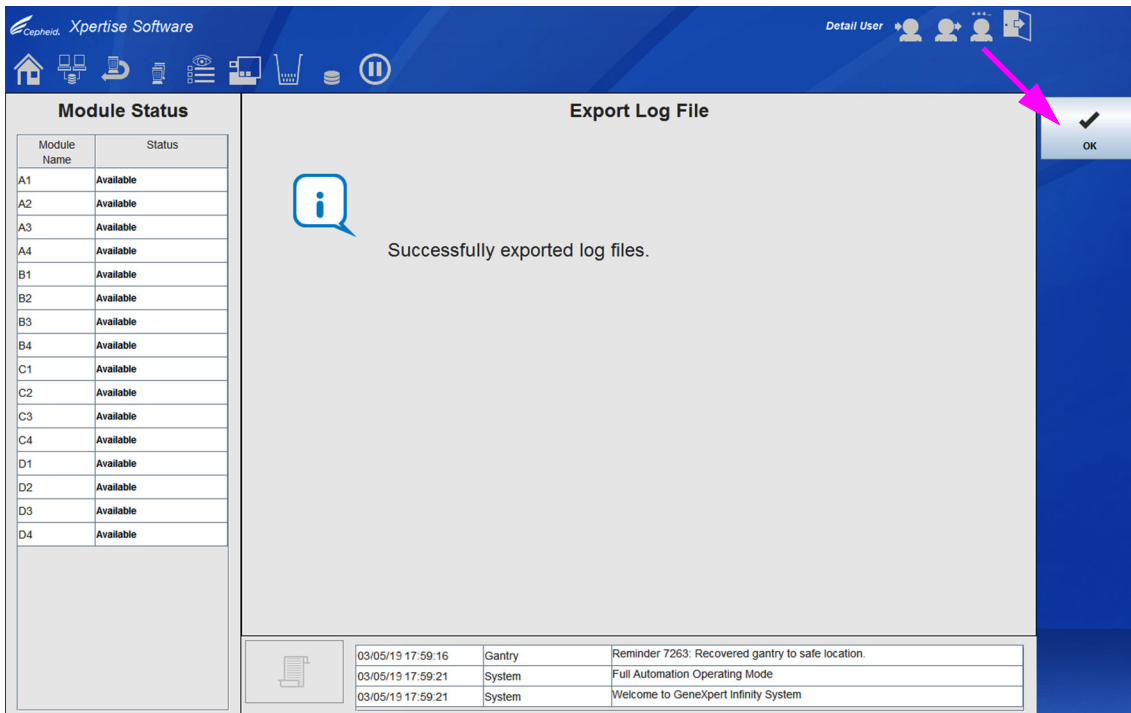

図 9-79. ログファイルのエクスポートワークスペース
選択した期間のすべてのログファイルのエクスポートプロセスが完了すると、「確認 (Confirmation)」画面が表示されます。図 9-79 を参照。
6. **OK** ボタンを選択します。図 9-79 を参照。